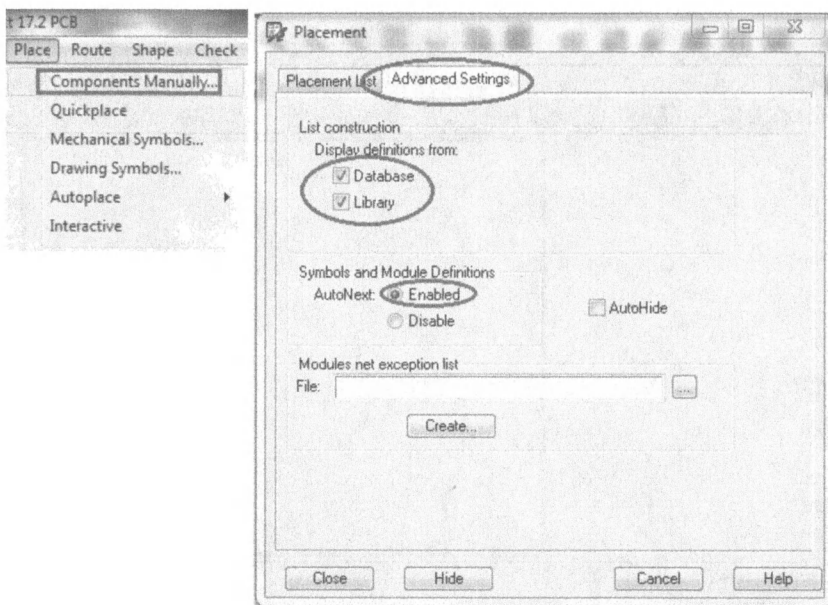

Рис. 21.15. Установка библиотек для компонентов
3. Установите флажок `Library` и `Database` под разделом `List construction` (рис. 21.15).